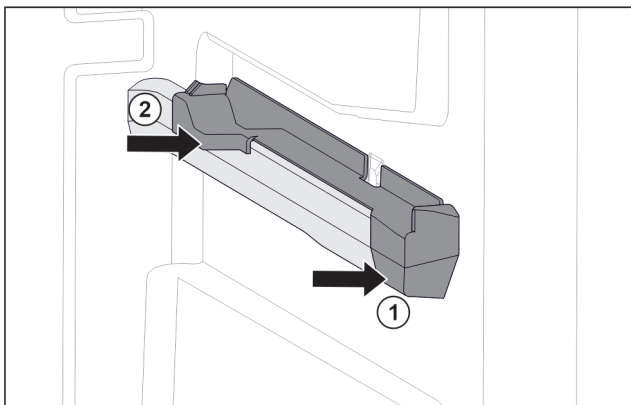

Fig. 115 Insteekelement op rechter containerrib
- Insteekelement voor tegen containerrib plaatsen. Fig. 115 (1)
- Insteekelement achter aandrukken. Fig. 115 (2)